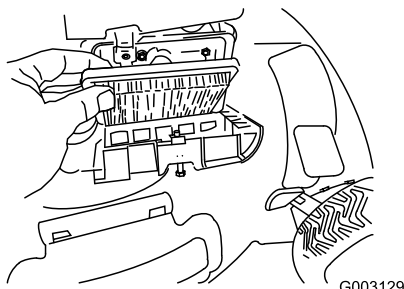

Figure 36
4. Remettez le couvercle en place (Figure 36).